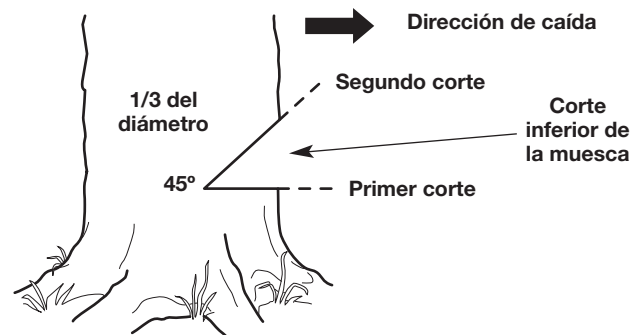

Fig. 14
1. Haga un corte horizontal en el tronco del árbol (Fig. 14). El corte debería ser de aproximadamente 1/3 del diámetro del árbol y cerca del suelo. Para evitar que el peso de la madera comprima la barra guía, siempre haga este corte en primer lugar.
2. Haga un corte a 45° en el tronco del árbol, arriba del primer corte (Fig. 14). Continúe cortando hasta que los dos cortes se unan.